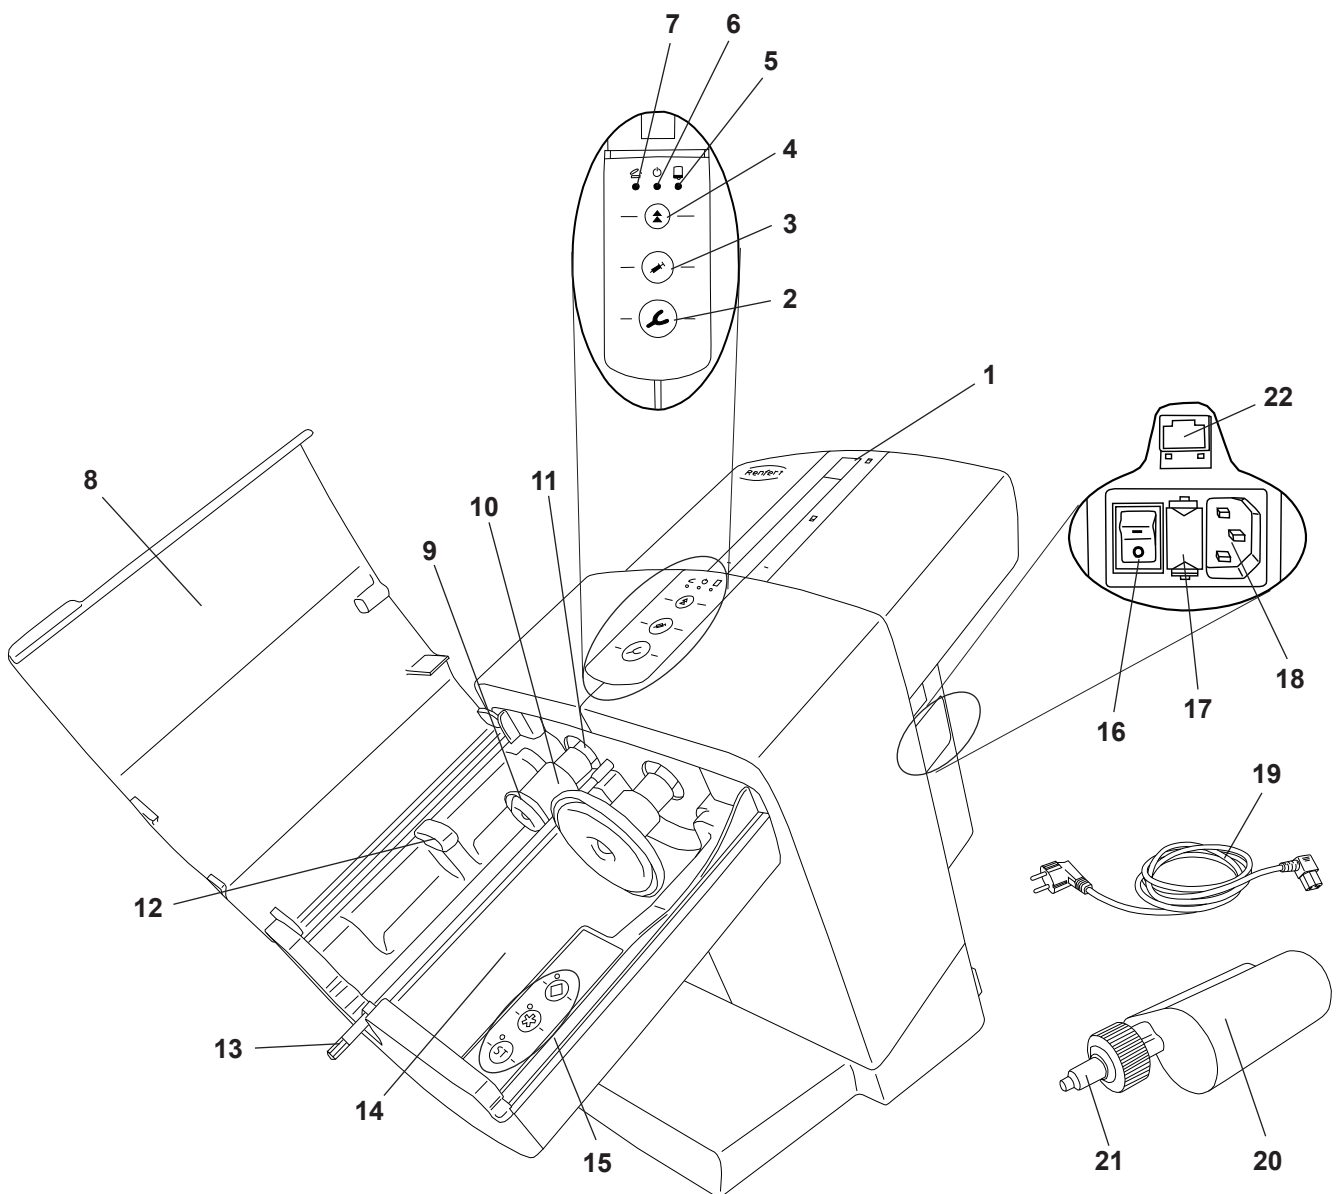

Fig. 1
- ⇒ Conectar el cable de red provista (19, Fig. 1) en el conector de red (18).
- ⇒ Encender el dispositivo con el interruptor de red (16).
- ⇒ Cerrar la tapa del dispositivo (8, Fig. 1).
- ⇒ Pulsar la tecla de retroceso (4).
- ◆ Desplazar los platos de presión (9, Fig. 1) y detenerlos en la posición inicial.
- ⇒ Retirar las piezas de seguridad de transporte (23).
El cartucho solo se puede insertar y cambiar cuando los dos platos de presión (9, Fig. 1) están en la posición inicial.
⇒ Cerrar la tapa del dispositivo (8, Fig. 1).
⇒ Abrir la tapa del dispositivo (8, Fig. 1).
⇒ La tapa del dispositivo solo se puede cerrar si el cartucho está correctamente insertado. Si la tapa del dispositivo no está correctamente cerrada, se encenderá el diodo rojo "Tapa del dispositivo abierta" (7, Fig. 1).
- Cuchara de impresión (2), alta velocidad de exprimido
- Dispensador (3), baja velocidad de exprimido
- ♦ El hexágono de mezcla (13, Fig. 1) empieza a girar y se acopla automáticamente en la boquilla de mezcla (21, Fig. 1). A continuación, vuelve a detenerse.